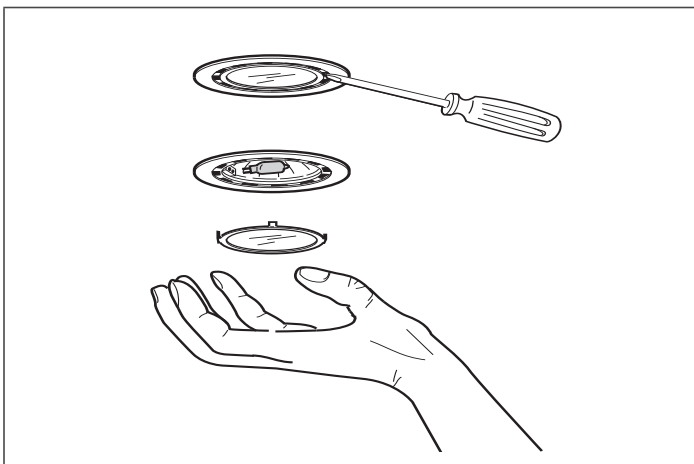

Figure 5: Remplacement des ampoules halogènes
- À l'aide de la lame d'un tournevis plat ou d'un outil équivalent, détachez les lentilles de protection en faisant levier, comme illustré sur la Figure 5.